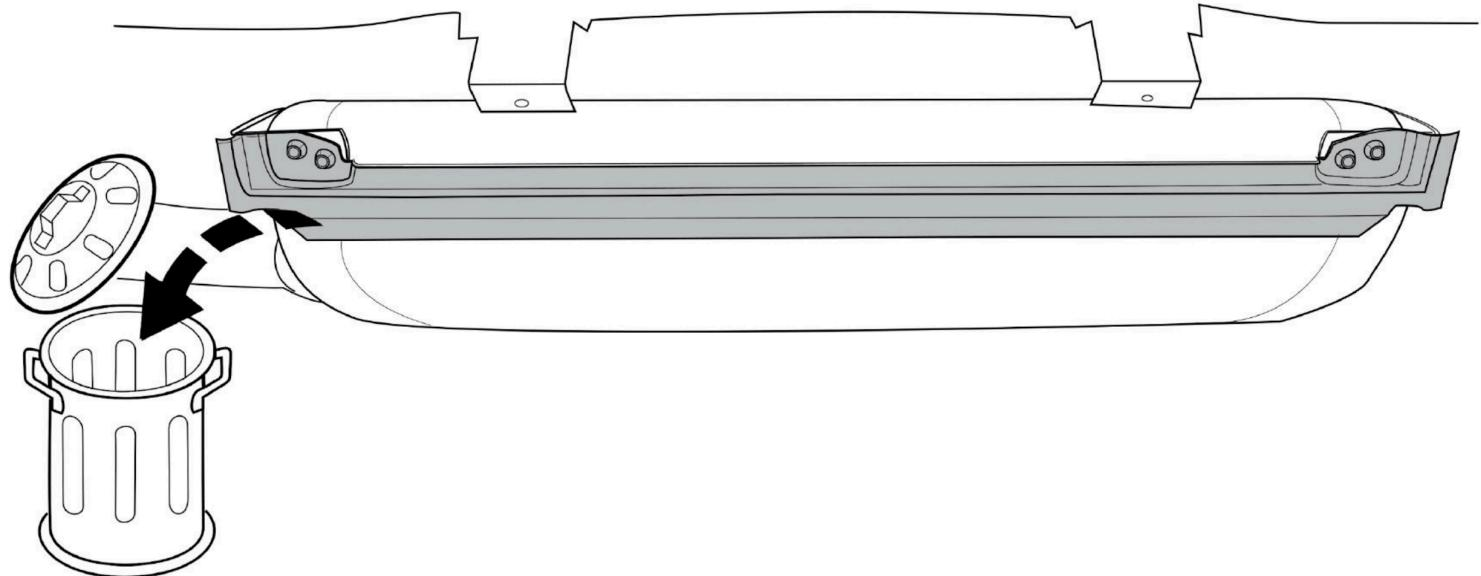

Fig. 2
- E-Power: Снять указанные детали. См. рисунок 2.